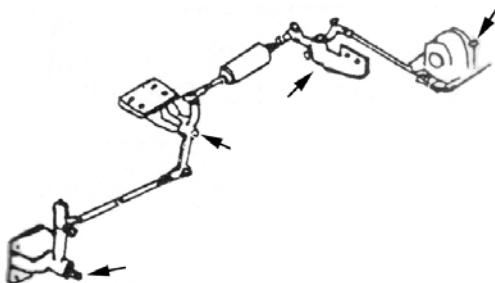

FIGURA 5-31
3. LUBRIFIQUE ALAVANCA DE CONTROLE DE COMBUSTÍVEL – 4 PONTOS (FIGURA 5-31)